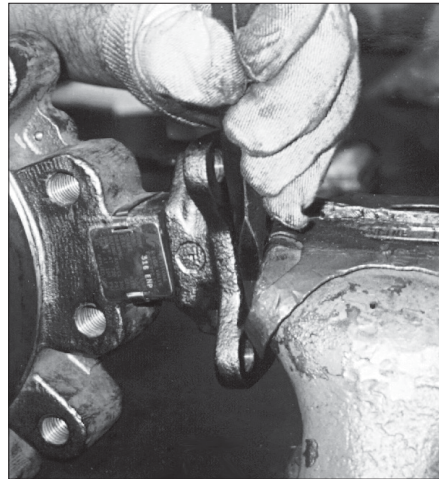

Figure 2 - Dépose de l'arbre supérieur du moyeu du disque supérieur.
2. Une fois que les mâchoires de l'étau sont serrées contre l'arbre supérieur (3), insérer le poinçon / ciseau en forme de coin entre la plaque supérieure du corps (1) du robinet et l'étau. (voir la Figure 2)
3. À mesure que le corps du robinet (1) s'éloigne de l'étau, l'arbre supérieur (3) est retiré du moyeu de disque supérieur (2).
4. Continuer à repositionner le corps du robinet (1) à l'aide de l'étau de façon à pouvoir déposer l'arbre supérieur (3).